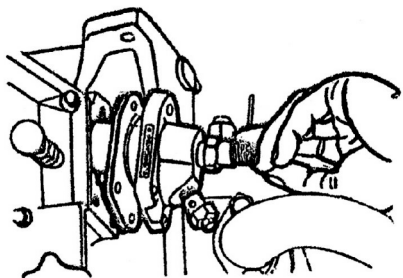

рис. 10
**а.)** Аккуратно поворачивайте маховик в рабочем направлении вращения до тех пор, пока топливо не начнет вытекать из открытого конца топливной магистрали; проверьте, совпадает ли метка на баке с меткой на краю маховика в пределах 20-24° от верхней мертвой точки. В случае несовпадения требуется регулировка (Рис. 10).